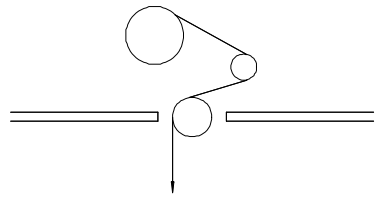

图 14
(5) 一次表的检查应在断电状态下，开盖进行仔细检查。
a. 钢丝绳应绕在大筒上整齐排列，在两个导轮间正确穿过 (见图 14)